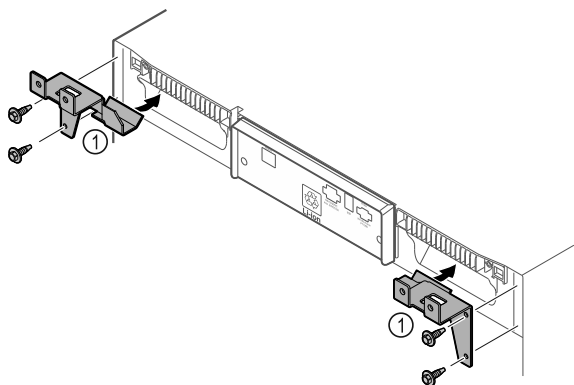

Fig. 10
- ▶ Monter holdedeler Fig. 10 (1) med selvskruende skruer på apparatet.